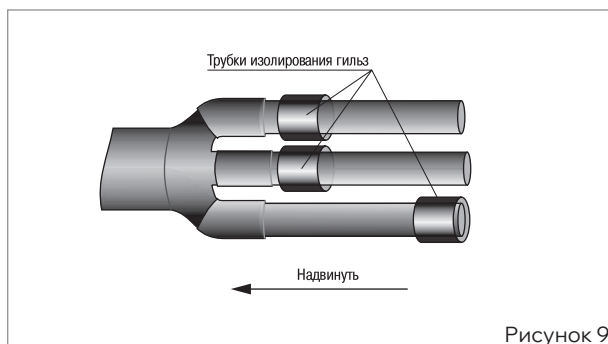

Рисунок 9
- На жилы одного из кабелей надеть термоусаживаемые трубки для изолирования гильз, сдвинув их к основанию перчатки (рис. 9).